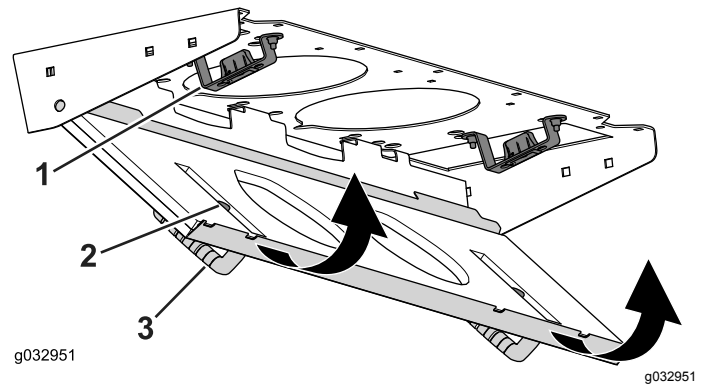

Figura 137
4. Gire la rejilla del filtro sobre las pestañas hasta que el resbalón se bloquee en el cerradero (Figura 137).